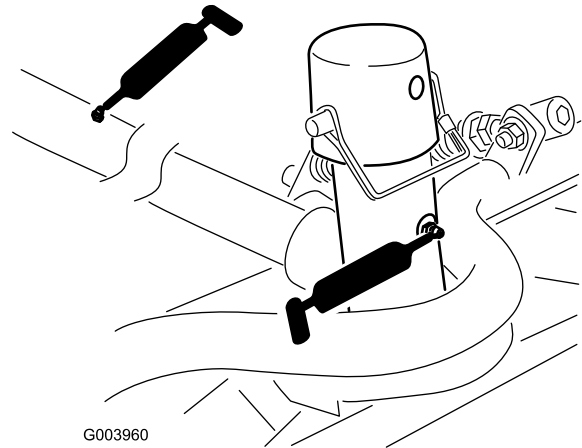

Figure 48
- Bâti porteur de plateau de coupe et pivot (x 2) (Figure 48)